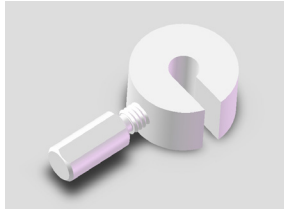

Figura 1: Extremidade do eletrodo DBS
4. Monte a extremidade do eletrodo (Figura 1) aparafusando parcialmente a parte roscada do parafuso no orifício roscado no Anel.